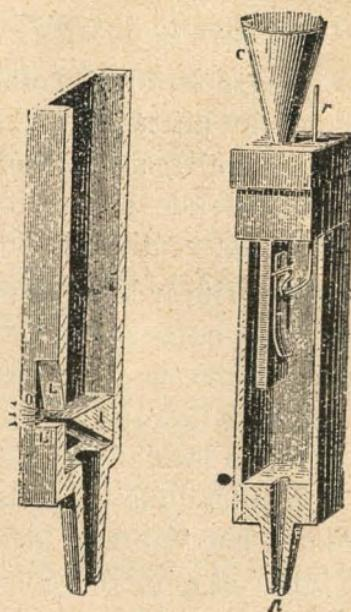

Fig. 113.— Fig. 114.—Tubo de lengüeta; *a*, lengüeta; *r*, rasete; *C*, trompeta de resonancia; *P*, portaviento ó pie.
**5. Tubos de boca.**—En los tubos de boca, el aire sale por una hendidura (fig. 113), viene á dar contra la pared del tubo cortada en bisel, y produce un silbido formado por numerosos sonidos discordantes, entre los cuales el tubo elige á uno para reforzarlo.